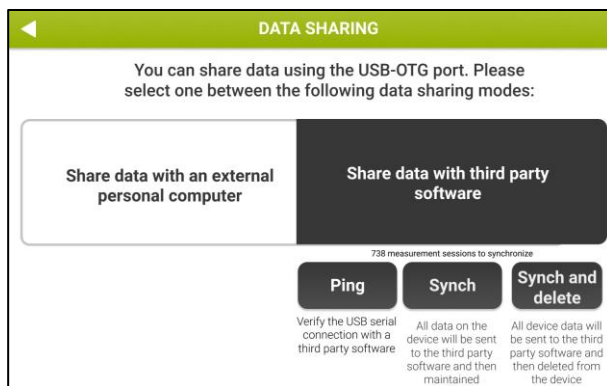

Figura 15 - Opzioni disponibili per condividere dati con un software di terza parti
3. Dopo il riavvio, accedere alla stessa schermata (Admin - Data Sharing - Data Sharing via USB-OTG); ora sono visualizzati altri tre pulsanti: *Ping*, *Sync* e *Sync and Delete* (Figura 15).